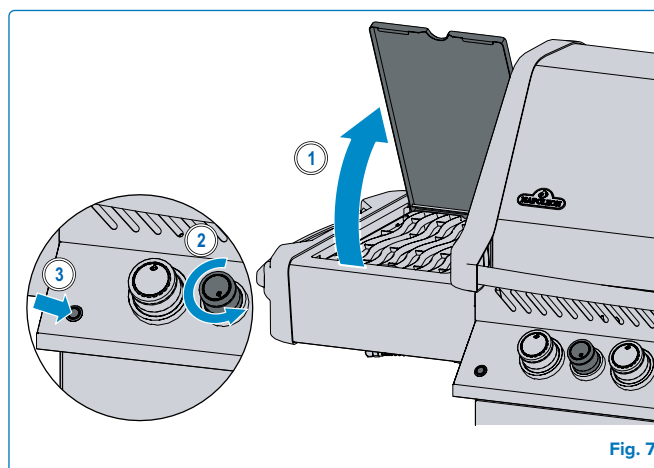

Fig. 7
4. Si le brûleur ne s'allume pas, tournez le bouton de commande du brûleur dans le sens horaire pour la position ARRÊT. Attendez 5 minutes. Répétez les étapes 2 et 3. **(Fig. 7).**